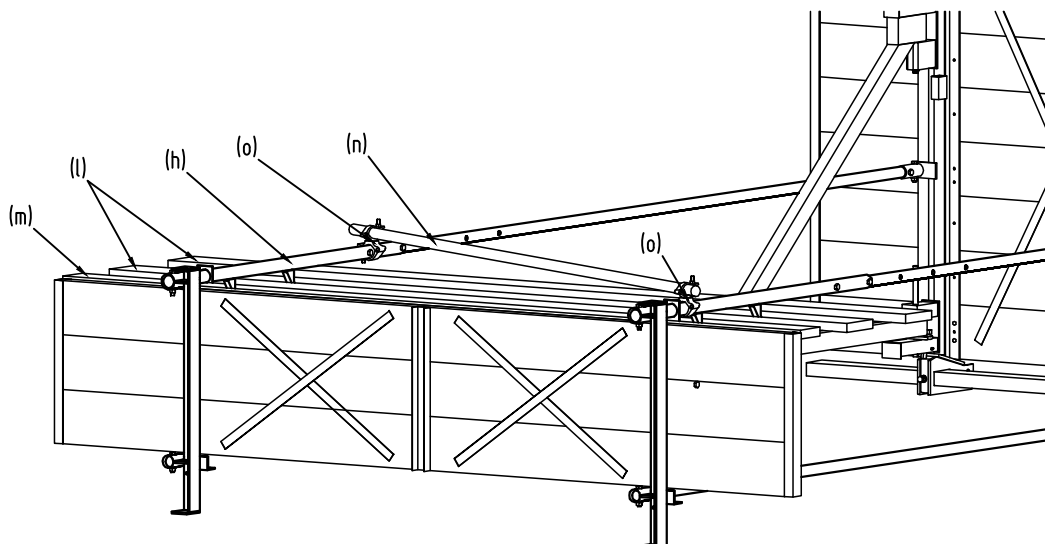

Abb. 7
- 7 Geländerbretter (l) [Teil-Nr. 557224] und Bordbrett (m) [Teil-Nr. 557226] einlegen und mit Nägeln anheften. Diagonalrohr (n) [Teil-Nr. 503000] mit 2 Stk. Rohrkupplungen 48x60 (o) [Teil-Nr. 510600] an Geländerholmen (h) befestigen (s. Abb. 7).